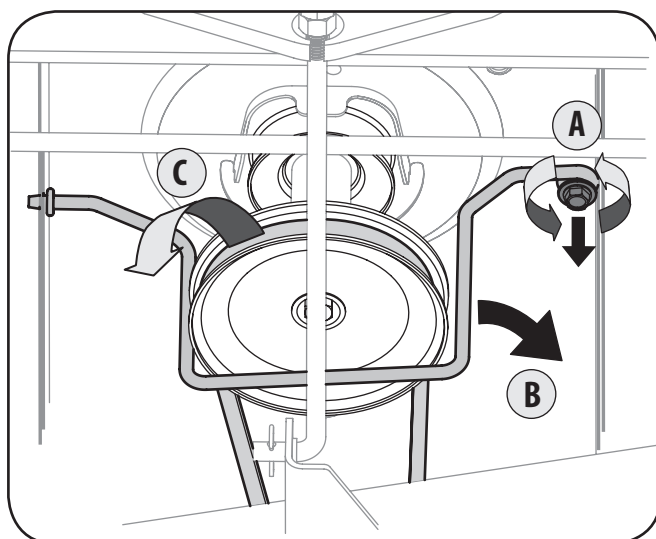

Figure 7-1
3. Dégagez la tige de retenue de la courroie (B), qui se trouve près de la poulie motrice, en retirant la vis auto-taraudeuse (A) qui la maintient en place. Voir la Figure 7-1.
4. Dégagez la courroie (C) de la prise de force de la poulie motrice du tracteur . Voir la Figure 7-1.